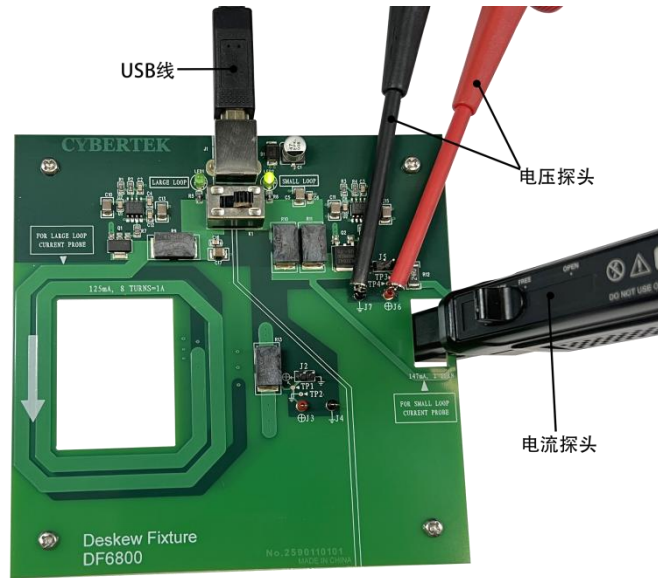
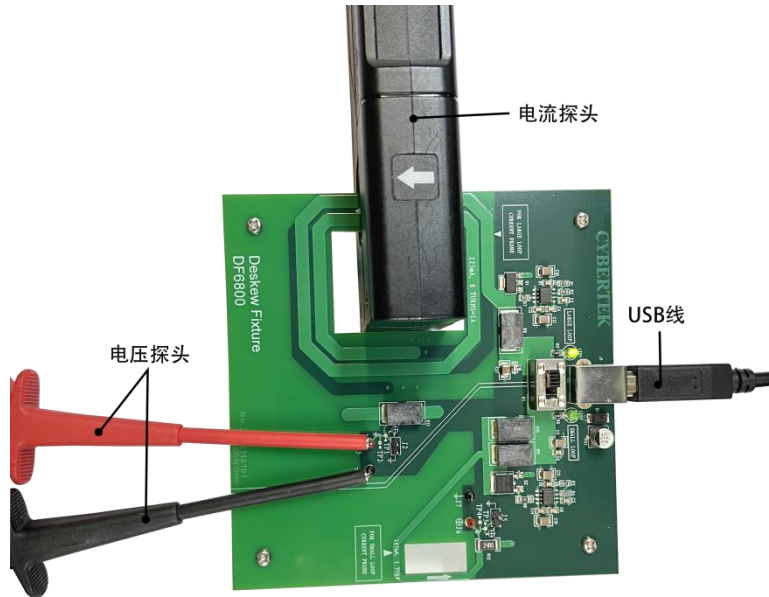

图 1
图 2
- ✧ HCP8000 系列探头连接 DF6800 相应的电流环，按照正确的电流方向连接，如下图 1、图 2 所示。